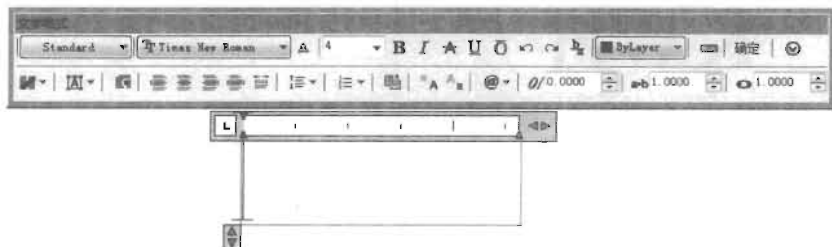

图 9-92
(3) 单击“绘图”工具栏中的“多行文字”按钮 , 打开“文字格式”编辑器, 设置文字的字体为 Times New Roman, 设置字高为 4, 如图 9-92 所示。